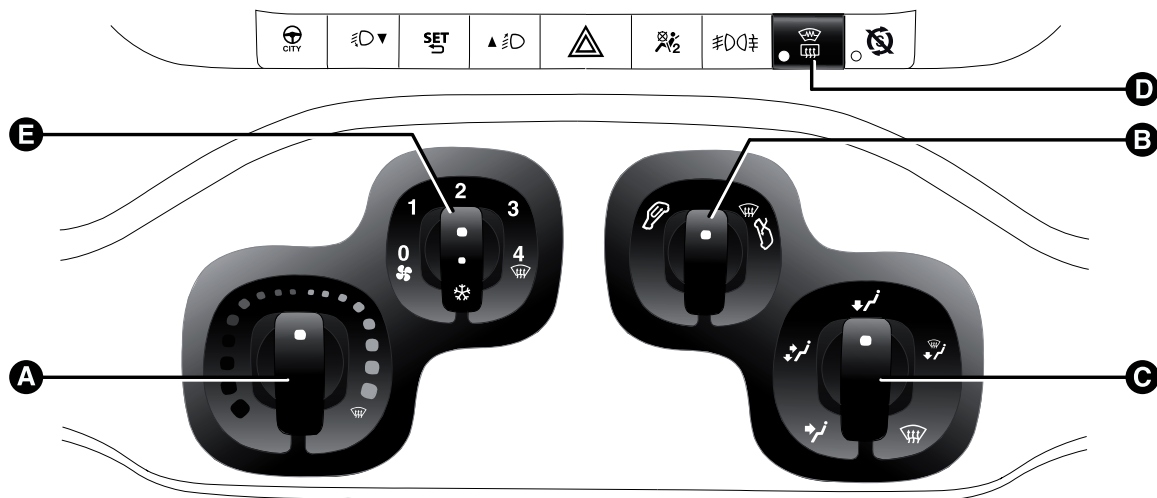

fig. 29
A Selector de temperatura aire (rojo-caliente/azul-frío) fig. 29
B Selector de recirculación de aire fig. 29
C Selector de distribución del aire fig. 29
D Botón de activación/desactivación de la luneta térmica, espejos retrovisores calefactados/parabrisas calefactado (para versiones/países donde esté previsto) fig. 29.
E Selector velocidad del ventilador y activación/desactivación del climatizador fig. 29 (para versiones/países donde esté previsto). Pulsando el selector se activa el climatizador, al mismo tiempo se enciende el LED en dicho mando; esta operación permite una refrigeración más rápida del habitáculo. .
- ☐ girar el selector A fig. 29 hacia el sector azul;
- ☐ girar el selector A fig. 29 hacia la derecha para aumentar la temperatura;
- ☐ girar el selector A fig. 29 hacia el sector rojo;